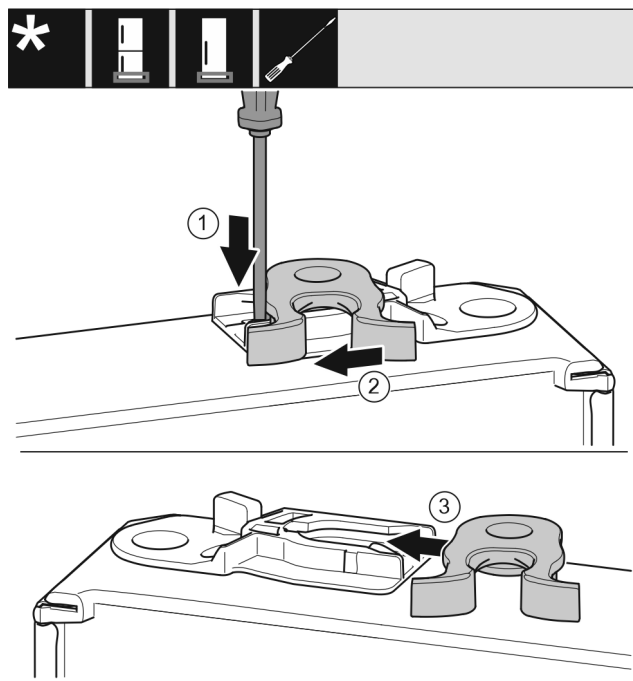

Fig. 18
- ▶ С плоска отвертка натиснете езичето Fig. 18 (1) надолу.
- ▶ Извадете затварящата кука Fig. 18 (2) от водача.
- ▶ Вкарайте затварящата кука Fig. 18 (3) във водача от другата страна.